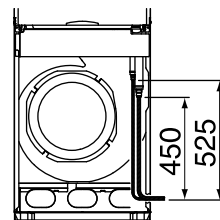

**Fig. 12**
- Détachez la retenue de tuyau. **(Reportez-vous à la Fig. 12)**
- Une fois les travaux de tuyauterie de fluide frigorigère et de câblage électrique terminés, fixez la tuyauterie de réfrigérant, le flexible d'évacuation de l'unité intérieure, le câblage de raccordement entre les unités intérieure et extérieure et le fil de mise à la terre au moyen de la plaque de retenue pour tuyauteries (**reportez-vous à la Fig. 12**). La tuyauterie de fluide frigorigère qui pénètre dans l'unité intérieure peut alors entrer en contact avec la grille d'aspiration. Veillez par conséquent à ne pas rallonger la tuyauterie de fluide frigorigère au niveau de la plaque de retenue de la tuyauterie (pour les travaux de câblage électrique, reportez-vous au chapitre "8. TRAVAUX DE CÂBLAGE ÉLECTRIQUE").